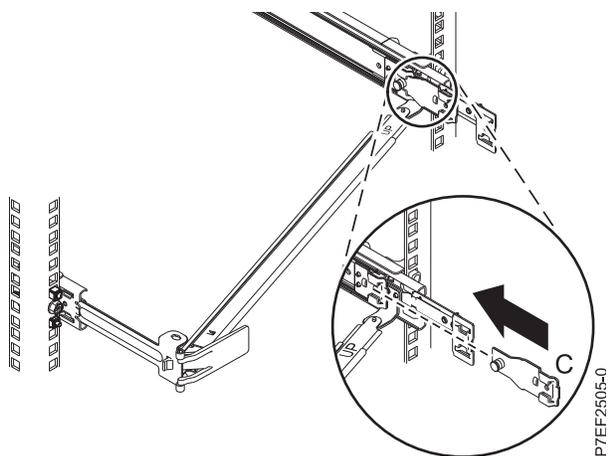

Figura 14. Instalación de la abrazadera de montaje en el riel deslizante
- Conecte la pieza de sujeción de tope de portacables (B) a la ranura en la parte interior del lado izquierdo deslizando la pieza de sujeción de tope (B) en el riel deslizable hasta que el pestillo accionado por resorte quede fijado. Para obtener detalles, consulte la Figura 14 en la página 11.